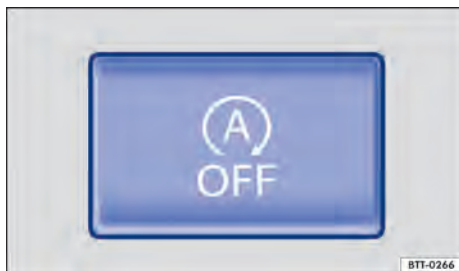

Fig. 155 Na parte inferior do console central: botão do sistema Start-Stop.
- Pressionar o botão no console central ⇒ **Fig. 155.**